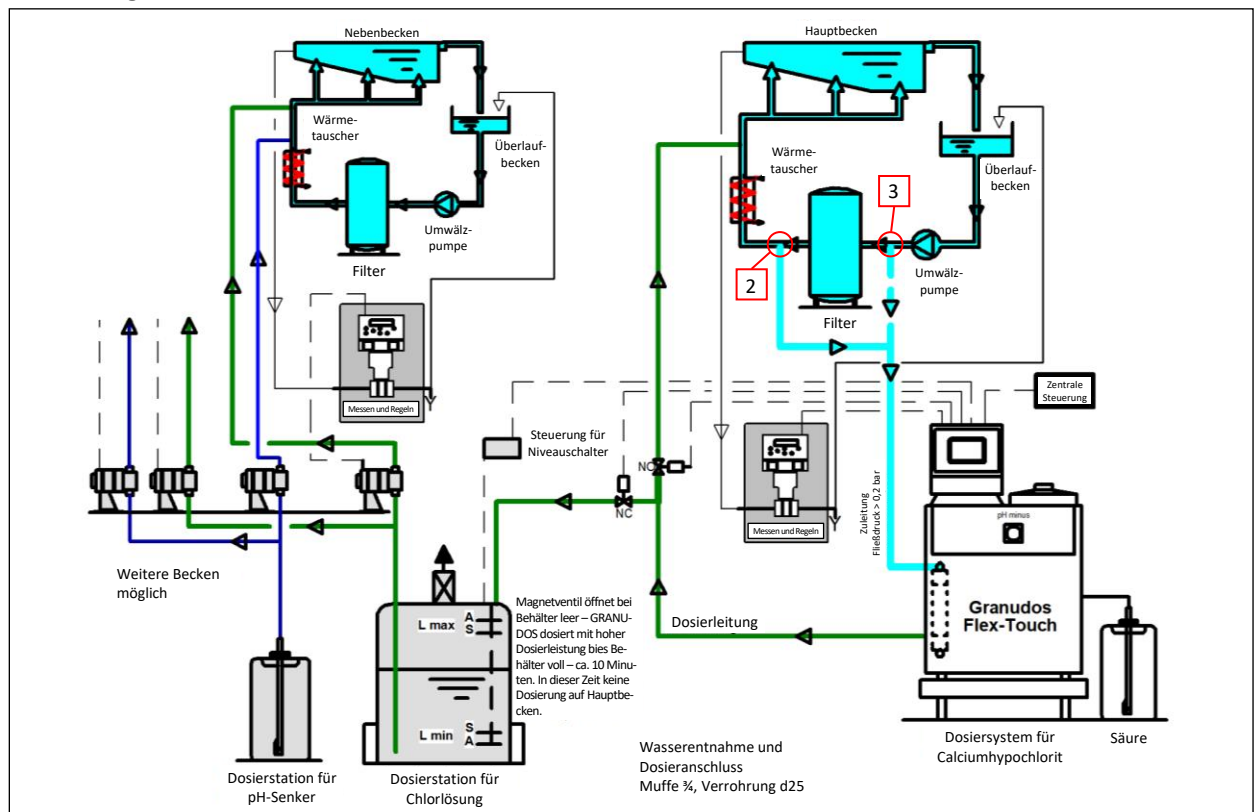
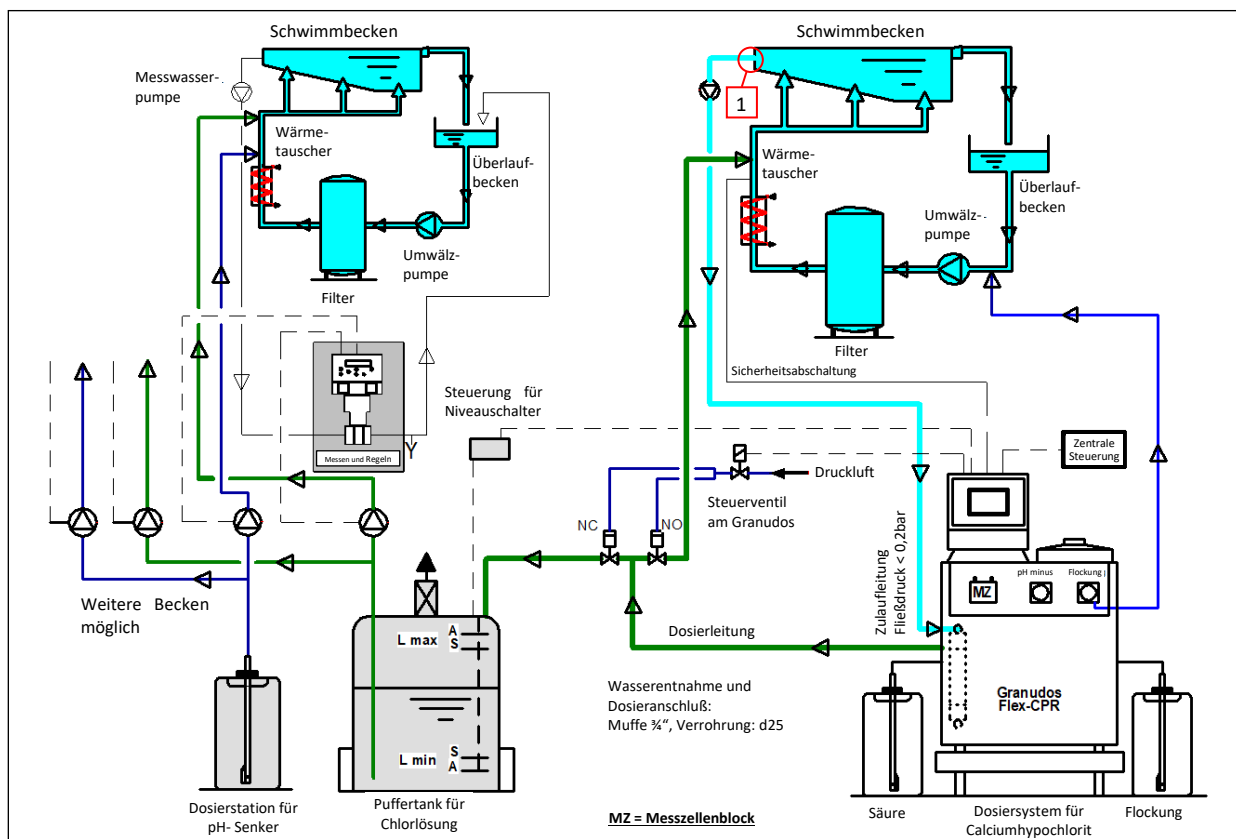

Abbildung 19: Fließbild GRANUDOS Flex-Touch mit Puffertank
Abbildung 21: Fließbild GRANUDOS Flex-CPR Touch XL mit Puffertank
- Den Puffertank an die Dosierleitung für die Chlorlösung anschließen. Siehe Fließbilder *Abbildung 19* und **Abbildung 21**.